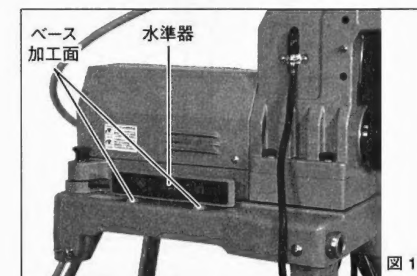

図11
- 3.受け台のハンドルを回し、パイプがマシンと水平になるように受け台の高さを調整してください。※マシンの水平は、ベース加工面で確認してください。(図11、12)